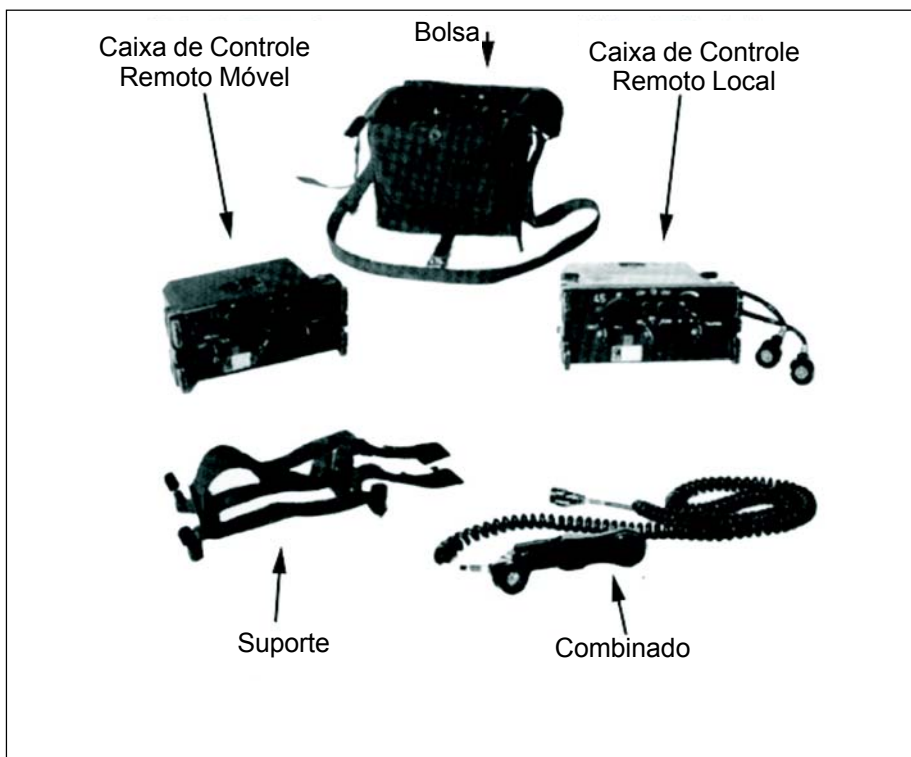

Fig 8-14. Equipamento de controle remoto (RM 1023)
- b.** O equipamento de controle remoto (RM 1023) é composto de (Fig 8-14):
- (1) caixa de controle remoto móvel;
- (2) caixa de controle remoto local;
- (3) combinado;
- (4) suporte; e
- (5) bolsa.